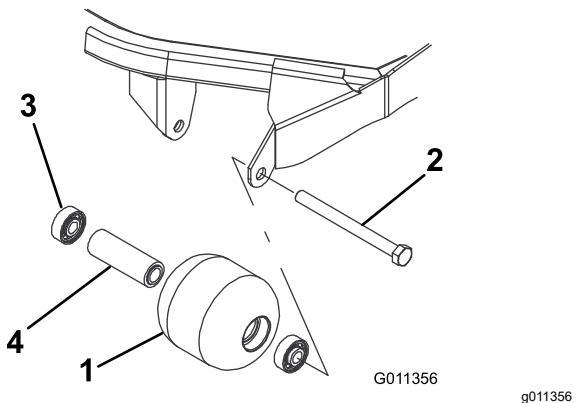

Bild 87
1. Entfernen Sie die Rollenbefestigungsschraube (Bild 87).
4. Prüfen Sie das Rollengehäuse, die Lager und das Distanzstück auf Beschädigungen (Bild 87). Tauschen Sie alle beschädigten Teile aus und bauen Sie alles wieder zusammen.
1. Drücken Sie das erste Lager in das Rollengehäuse (Bild 87). Drücken Sie dabei nur auf den äußeren Ring oder gleichmäßig auf die inneren und äußeren Ringe.
2. Setzen Sie ein Distanzstück ein (Bild 87).
3. Drücken Sie das zweite Lager in das Rollengehäuse (Bild 87). Drücken Sie gleichmäßig auf den inneren und äußeren Ring, bis der innere Ring das Distanzstück berührt.